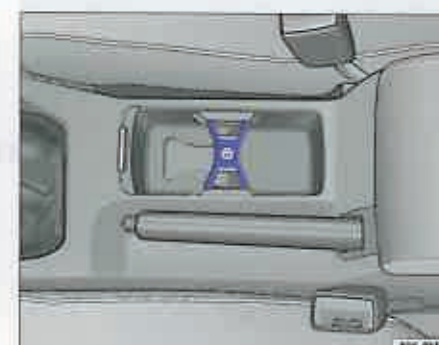

Fig. 87 Compartiment deschis: ca suport pentru băuturi.
- Așezați recipientul în suport ⇒ **fig. 87** și împingeți deschizătorul de sticle în față sau în spate, până când acesta cuprinde recipientul.